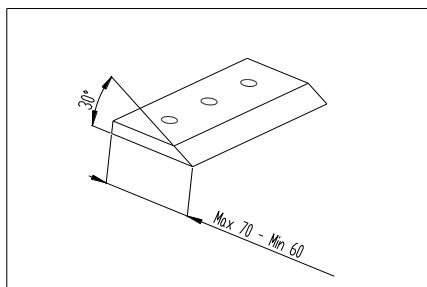
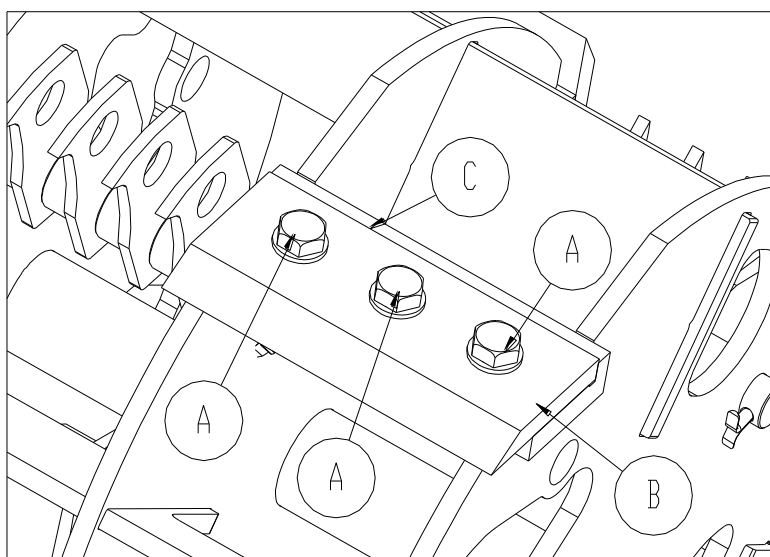

Fig. 8 - Lama affilata
Fig. 10 - Sostituzione lame
**Le lame devono essere controllate prima di ogni utilizzo.** Per garantire il buon funzionamento della macchina, per ottenere le migliori condizioni di lavoro ed evitare danneggiamenti alla macchina è importante lavorare con le lame sempre integre e ben affilate (Fig. 8). La durata del filo tagliente dipende dalla natura e dal tipo di materiale tritato ed è quindi impossibile indicare un dato preciso e certo. Nel caso in cui la macchina venga utilizzata per sminuzzare del materiale contenente polvere, sabbia, terra ecc., il filo tagliente delle lame subirà un degrado molto veloce.
Per smontare le lame occorre svitare le viti (A) utilizzando una chiave del 17 (Fig. 10). Rimuovere la lama e procedere all'affilatura (rispettando i valori indicati in Fig. 8) o alla sostituzione. Rimontare la lama (B)